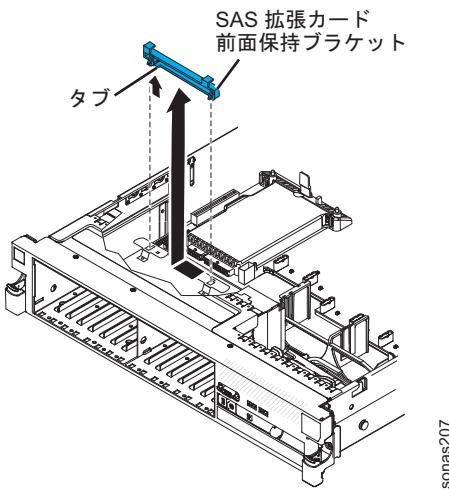

図 24. SAS コントローラー前面の保持ブラケット
- SAS コントローラー前面の保持ブラケットをサーバーから取り外します。124 ページの図 24 を参照。